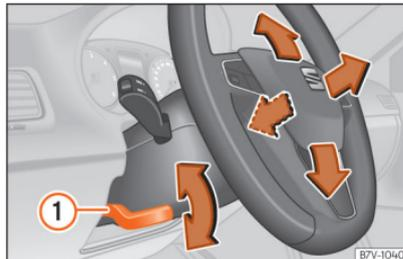

Abb. 26 Lenkradposition mechanisch einstellen.
• Den Hebel » » » **Abb. 26** ① nach unten schwenken.